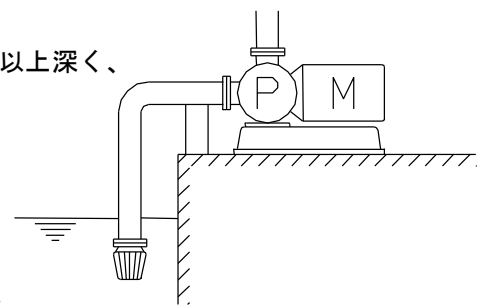

図 3
- (c) 吸込配管は、図 3 のようになるべく短く、かつ曲りを少なくし、ポンプに向かって上がり勾配とし、仕切弁は設けしないでください。このとき、吸込配管の接続部から空気を吸いこまないように、シールは十分に行ってください。